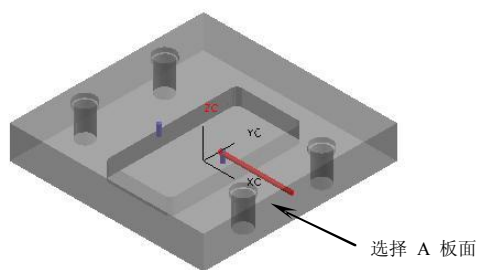

图5-112
13. 使用【冷却】功能创建冷却水道，设置冷却水道直径为“M8”、“HOLE_1_DEPTH=130”、“HOLE_2_DEPTH=130”，选择 A 板面作为冷却水道参考面，设置第一条冷却水道坐标为 (-15, 15, 0)，结果如图5-112 所示。